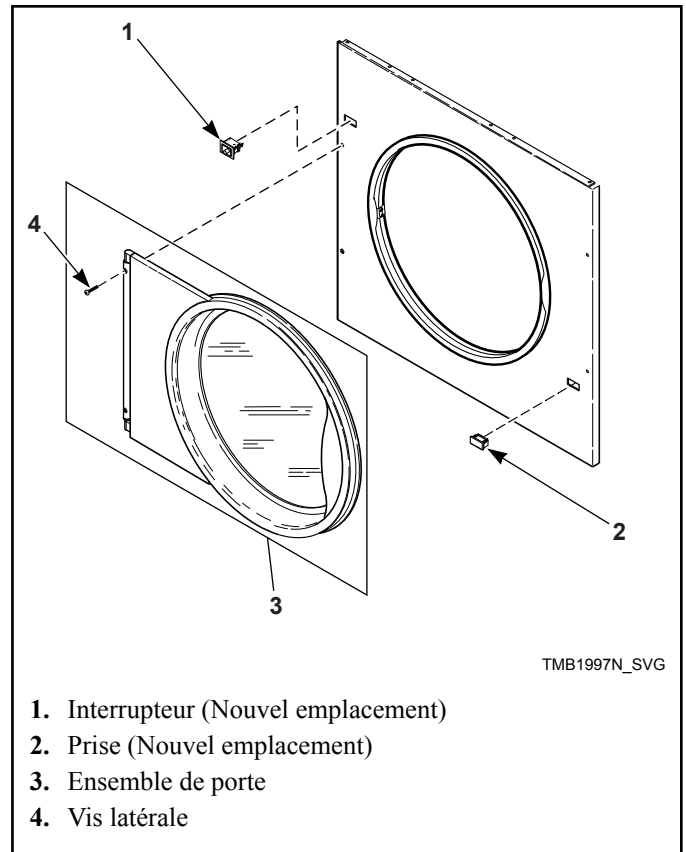

Figure 10
9. Placer le panneau avant sur la machine, insérer les quatre vis du bas. Connecter le faisceau d'interrupteur de porte à l'interrupteur, dans un endroit différent. Installer l'ensemble de porte et insérer quatre vis latérales de panneau avant. Se reporter à la *Figure 10*.